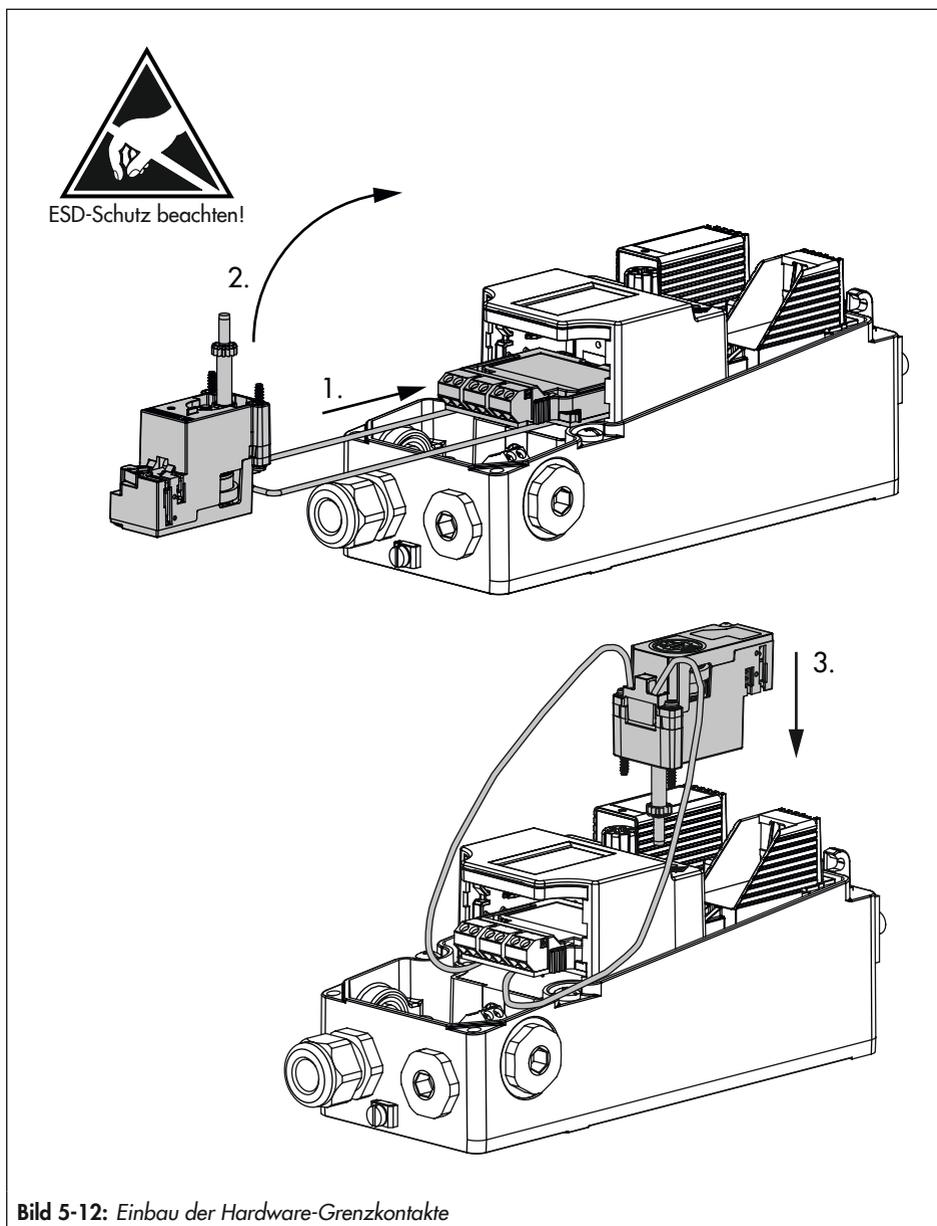

Bild 5-12: Einbau der Hardware-Grenzkontakte
1. Mechanische Baugruppe über das Display hinweg führen und gemäß Bild 5-12 einbauen. Die Ritzelwelle dabei in Eingriff mit dem Zahnrad zur Übertragung des Positionsabgriffs bringen. Sollte das Einbauen durch eine ungünstige Zahnradstellung blockiert werden, Ritzelwelle leicht verstellen.